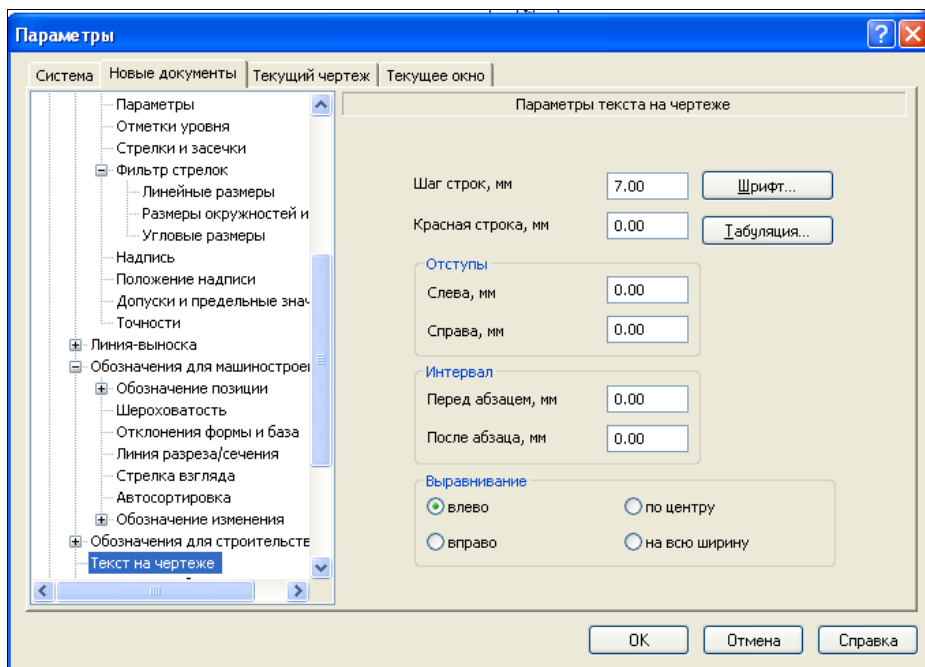

Рис. 15.30. Диалоговое окно **Параметры** с открытой панелью **Параметры текста на чертеже**
- ◆ выделите пункт **Текст на чертеже**. В правой части появится панель **Параметры текста на чертеже**. Эта панель позволяет настроить параметры текста на чертеже (рис. 15.30). Основная часть их будет использоваться по умолчанию.